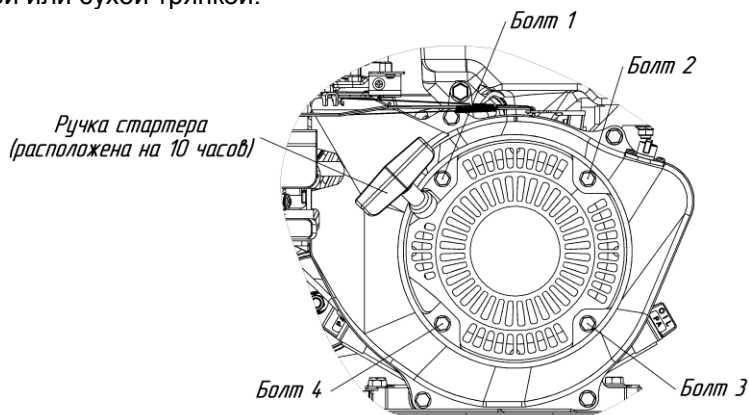

Рис. 17. Схема крепления стартера на двигателе
- открутить 4 болта (см. рис.17);
- установить стартер на место таким образом, чтобы ручка стартера была расположена на 10 часов (см. рис.17);
- закрутить 4 болта (см. рис.17).